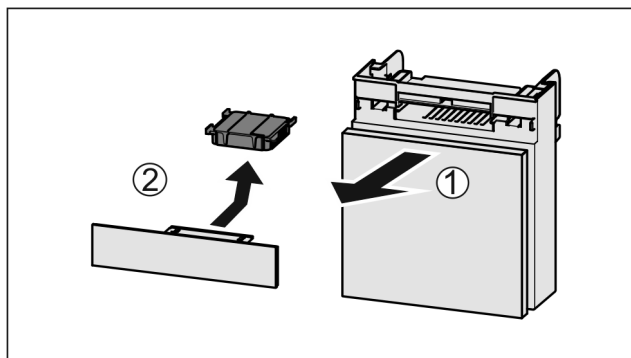

Fig. 31
- Издърпайте Fig. 31 (1) напред от отделениято.
- Извадете Fig. 31 (2) филтърът с активен въглен.